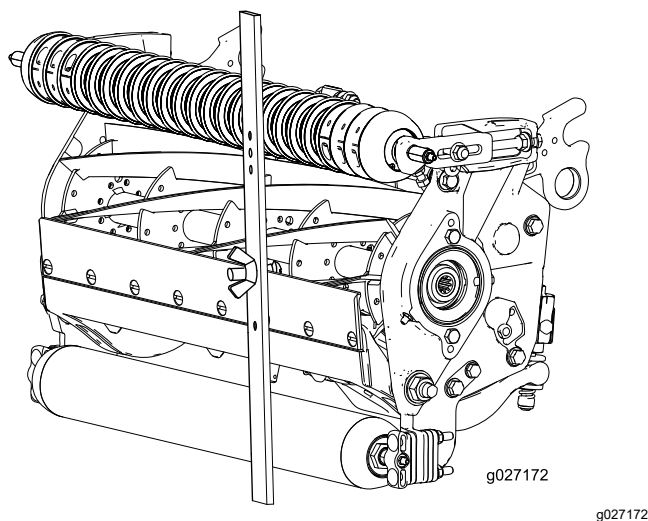

Figura 17
3. Prenda a cabeça do parafuso à extremidade cortante da lâmina de corte e apoie a extremidade traseira da barra no rolo traseiro (Figura 17).
4. Rode o parafuso de ajuste até que o rolo frontal entre em contacto com a barra indicadora (Figura 17).